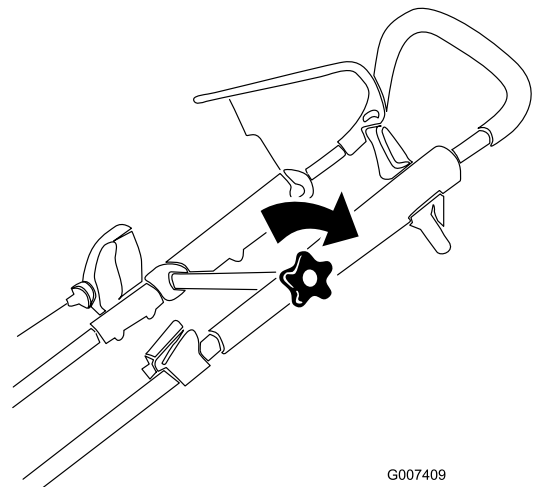

Figura 19
3. Serrate saldamente la manopola della sezione superiore della stegola (Figura 19).